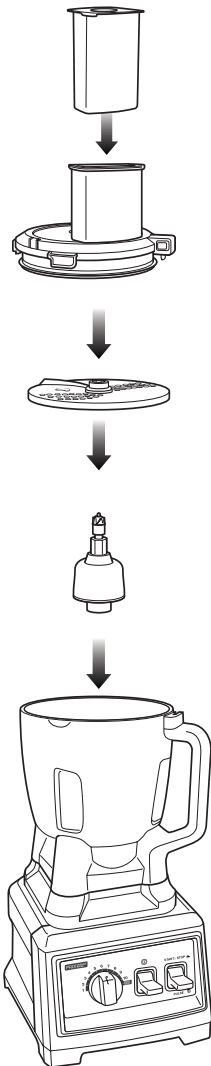

Fig. 24
- 2 Déposez le bloc-moteur sur une surface propre, sèche et de niveau, comme un comptoir ou une table. (Fig. 24)
- 6 Placez le couvercle avec entonnoir sur le bol et tournez-le dans le sens des aiguilles d'une montre pour le verrouiller. (Fig. 24)
- 10 Insérez les aliments à trancher, émincer ou râper dans l'entonnoir du couvercle. (Fig. 24)